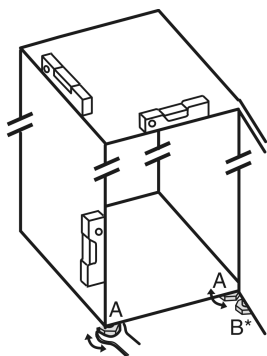

Fig. 5
- Seřizovací nožky Fig. 5 (A) vyšroubujte pomocí příloženého vidlicového klíče a pomocí vodováhy, dokud nebude spotřebič pevně vyrovnaný.
- Seřizovací nožku Fig. 5 (B) na stojanu ložiska vytáchejte pomocí příloženého vidlicového klíče, až dosedne na zem.
- Seřizovací nožku Fig. 5 (B) otáchejte dál o 90°.